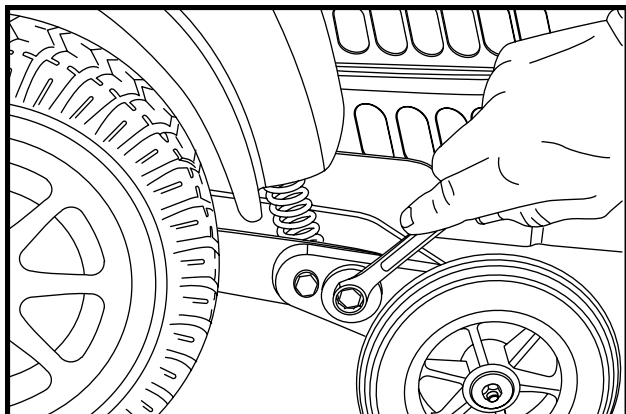

Figure 22. Support d'antibascul (Desserrez la came)
1. Placez une clé sur l'écrou de blocage du côté intérieur du support de roulette antibascul situé près de l'amortisseur. Voir la figure 22.